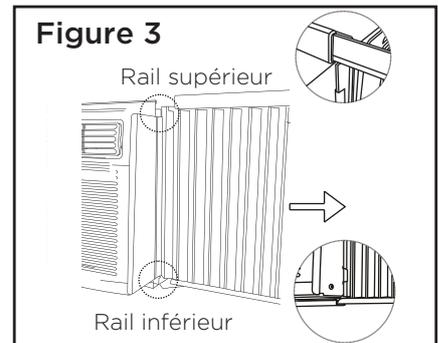

Figure 3
- C. Après avoir installé le panneau sur le côté de l'armoire, effectuez les ajustements nécessaires pour vous assurer qu'il est bien installé dans le rail du cadre. Faites glisser les extrémités supérieure et inférieure du cadre dans les rails supérieurs et inférieurs de l'armoire. Figure 3